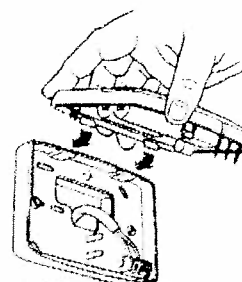

Fig. 10
- Engager la partie supérieure du thermostat dans son embase à l'aide des 2 encoches prévues à cet effet (Fig. 10).